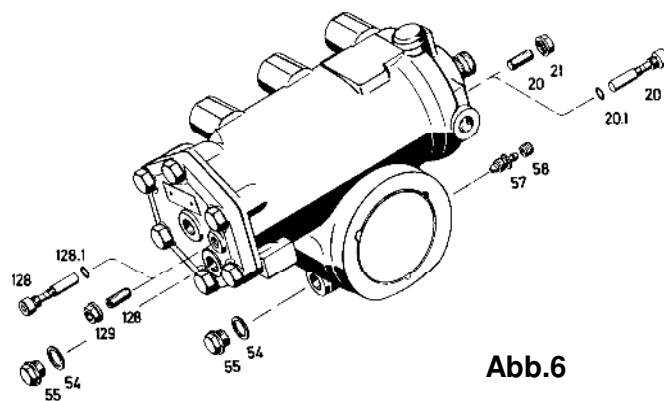

Abb.6
Wenn vorhanden, schrauben Sie die Verschlusschrauben (55) aus der Zylinderabdeckung den Gewindebolzen (20) oder die Bundmutter (128) oder die Entlüftungsschraube (57) ab. (**Abb. 6**).